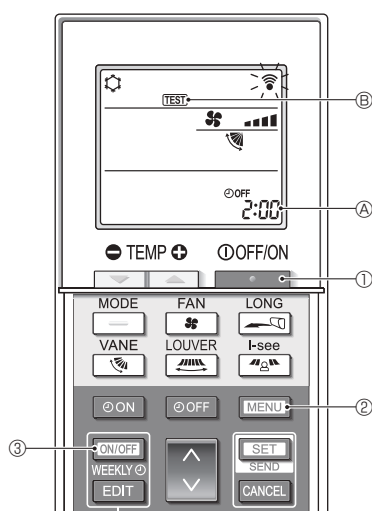

Fig. 7-5
■ Prova di funzionamento (Fig. 7-5)
- Premere il pulsante [ON/OFF] ① per arrestare il condizionatore d'aria.
- Se il timer settimanale è attivo (WEEKLY è acceso), premere il pulsante [ON/OFF WEEKLY] ③ per disattivarlo (WEEKLY è spento).
- Premere il pulsante [MENU] ② per 5 secondi.
- Premere il pulsante [MENU] ②.
- TEST ⑥ si accende e l'unità entra in modalità di prova di funzionamento.